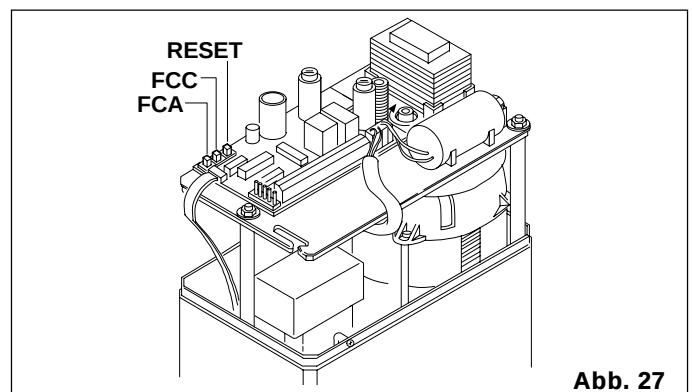

Abb. 27
- (7) An dieser Stelle bei stehendem Tor folgende Eingriffe am elektronischen Steuergerät 826MPS (Abb. 27) vornehmen:
- (8) Tor nach einigen Sekunden von Hand in Stoppstellung Schließung bringen und einige cm vor dem Endanschlag Schließen anhalten.
- (9) An dieser Stelle bei stehendem Tor folgende Eingriffe am elektronischen Steuergerät 826 MPS (Abb. 27) vornehmen:
- (10) Tor bis zum Eingriff der Entriegelung bewegen und somit den Antrieb verriegeln.
- (11) Einen Öffnungsimpuls ausgeben und hierbei überprüfen, ob sich das Tor öffnet und nach einer kurzen Abbremsung auf dem programmierten Öffnungsendschalter stoppt.
- (12) Durch Ausgabe eines 2. Impulses die Torschließung einleiten.
- (13) Zur Änderung der Endschalterprogrammierung die Schritte von 3 bis 12) wiederholen.